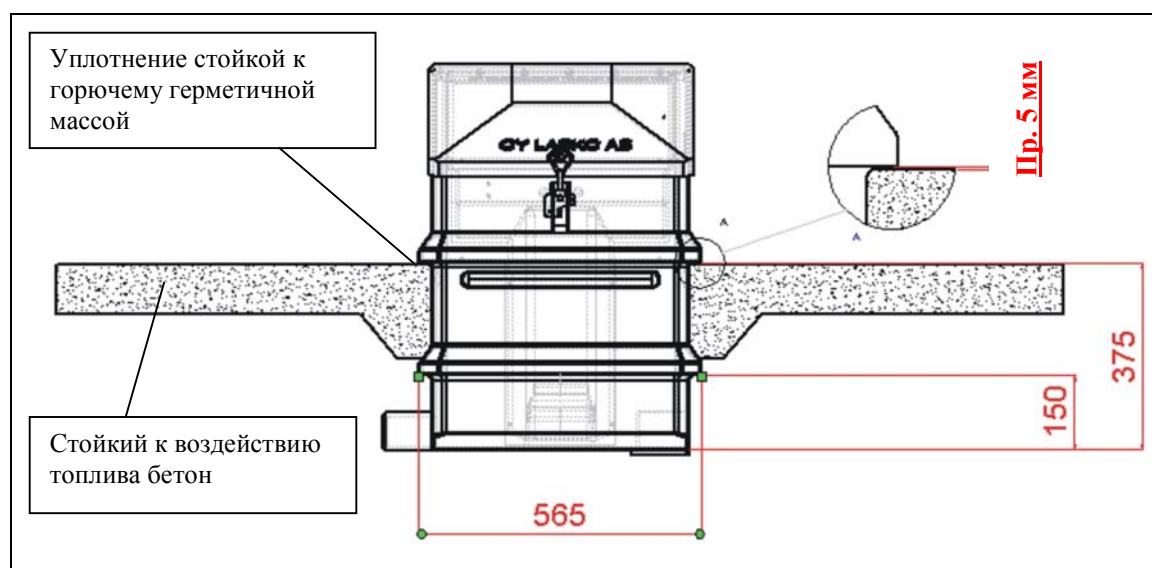

Рис. 4. Высота от дна колодца до нижнего монтажного края.
Загрузочный колодец Labko РТ 2002 устанавливается над топливной цистерной на загрузочную трубу. Загрузочный колодец рекомендуем устанавливать так, чтобы верхний край бетонной плиты находился выше монтажного фланца или на 375 мм от низа колодца (Рис. 4). Это создает герметичность между загрузочным колодцем и бетонной плитой. Для создания лучшей герметичности используется герметичная, устойчивая к горючему масса (например, Sikaflex-PRO3WF или Masa Liimamassa). Находящаяся внутри загрузочного колодца соединительная муфта Kamlock расположена, примерно, на 30 см над поверхностью грунта.
- Глубина заложения загрузочного колодца до верхнего края 375 мм (Рис. 4). Загрузочный колодец плотно устанавливается на место загрузки.
- На месте загрузки прокладываем стойкий к воздействию горячего бетон или асфальт. Бетонная площадка укладывается на высоту до нижнего монтажного края (Рис. 4), тогда загрузочный колодец РТ плотно устанавливается на место. Между монтажным краем и поверхностной плитой может быть зазор примерно 2-3 мм для облегчения укладки герметичной массы.